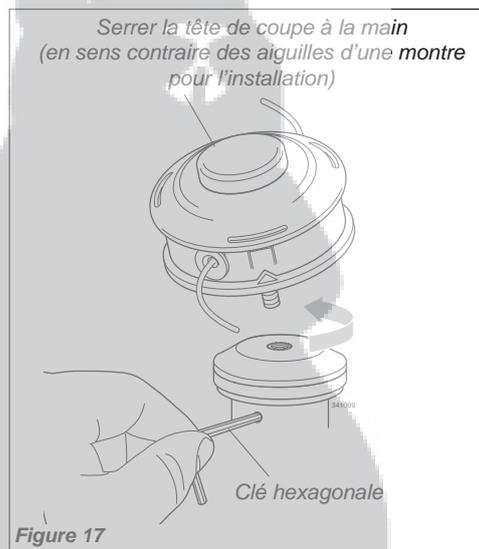

Figure 17
4. En utilisant la clé hexagonale pour maintenir le support A, installer et serrer la tête de coupe à la main (en sens contraire des aiguilles d'une montre pour l'installer). Voir la figure 17.